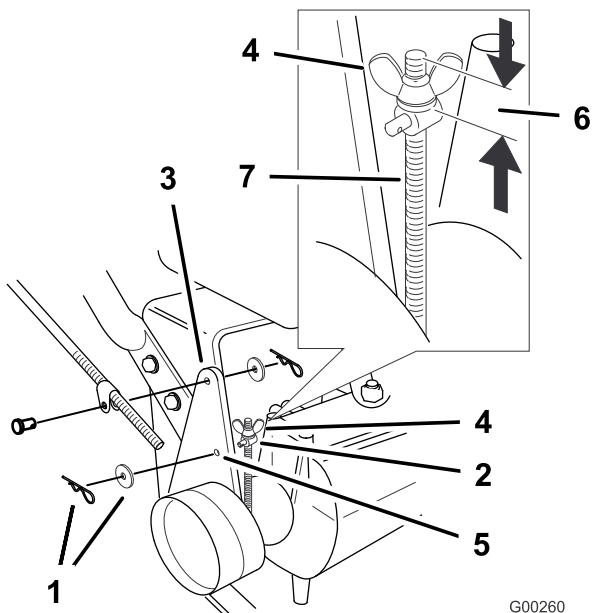

Figura 41
Nota: Para el ajuste inicial, ajuste la tuerca de orejeta hasta que se encuentre a 32 mm de la parte superior de la varilla (Figura 41).
6. Para ajustar el freno, retire el pasador de horquilla y la arandela de la palanca de freno y el muñón (Figura 41).
9. Coloque el muñón en el taladro F (Figura 41). Apriete la tuerca de orejeta.
10. Sujete el muñón a la palanca de freno con la arandela y el pasador de horquilla (Figura 41).